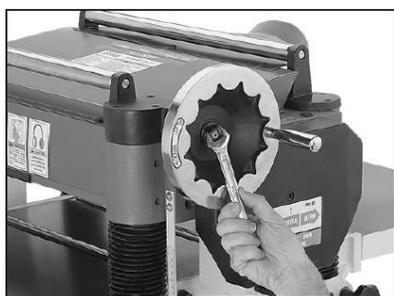

Рис. 5 Установка маховика
7. Установите маховик на вал и зафиксируйте его с помощью шестигранной гайки М12-1,75 и плоской шайбы 12 мм, как показано на Рис. 5.